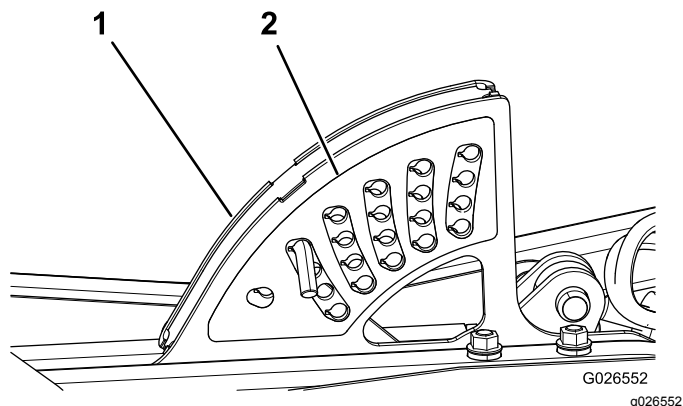

Figura 5
1. Retire la pegatina de alturas de corte existente del soporte de altura de corte de la máquina (Figura 5).